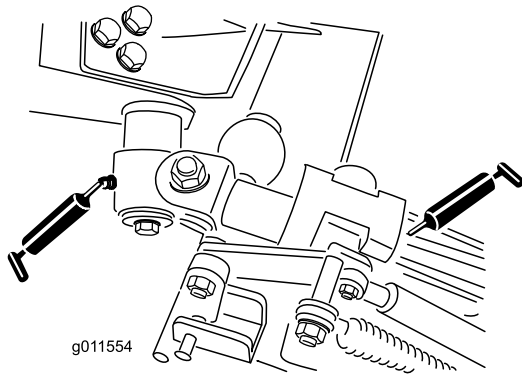

Figura 74
- 2 casquillos de pivote de leva acodada (Figura 74)
- 4 casquillos de los brazos traseros (Figura 74)